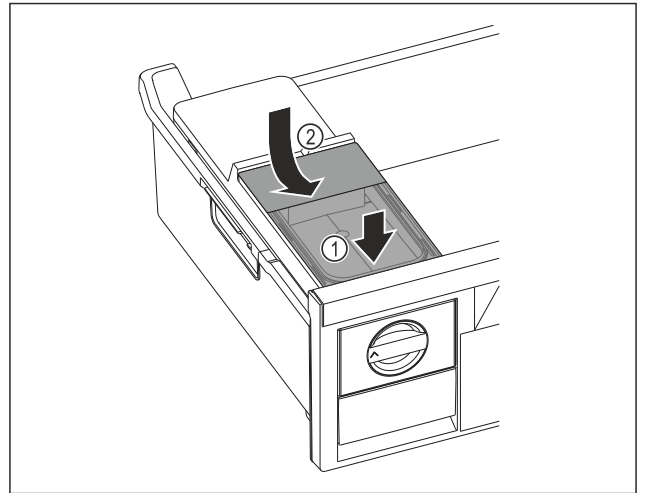

Fig. 99
- Collegare il serbatoio dell'acqua alla parte anteriore. Fig. 99 (1)
- Abbassare il serbatoio dell'acqua posteriore. Fig. 99 (2)